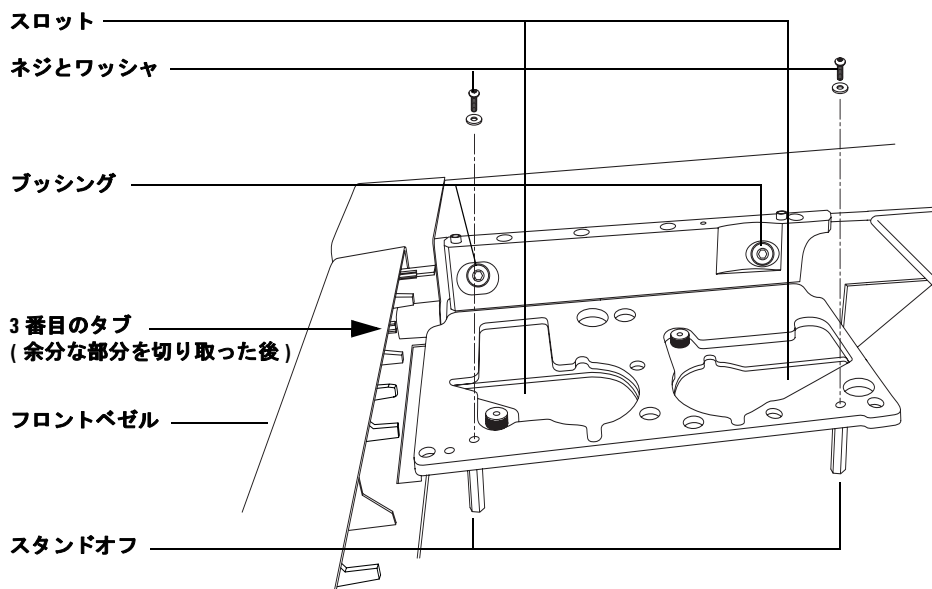

図5 インジェクタブラケットを取り付ける
- 1 オープンのドアの上にあるフロントベゼルの、後ろにあるプラスチックのタブを見つめます。左側から3番目のタブがベゼルの後ろの端ときちんと揃うように、タブの余分な部分を切り取ります(図5)。
- 3 2本のスタンドオフがない場合、それらをGCの上部に取り付けます(図5)。
- 4 スプリット/スプリットレス注入口がある場合、注入ロケットを取り付け、細いチューブをオープン上部に近づけるように折り曲げます。新しいインジェクタブラケットを調べます。注入口のチューブは、新しいブラケットの下を通し、マウンティングブラケットに切り込まれた溝に沿って進入させる必要があります(図5を参照してください)。
- 5 側面ブッシングにおおいかぶせるように挿入し、スタンドオフに載せることにより、インジェクタブラケットを取り付けます(図5を参照してください)。
- 6 ブラケットを通してスタンドオフに2本のネジとワッシャを取り付け、ブラケットを軽く固定します(図5を参照してください)。ネジは締めないでください。